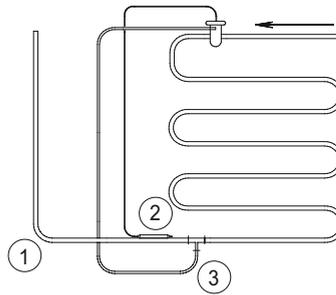

**Abb. 1.6** Extreme Veränderung der Werkseinstellung der stat. Überhitzung
27. Erklären Sie die in Abbildung 1.6 dargestellten Einstellungen der statischen Überhitzung an einem TEV und deren Auswirkungen auf das Regelverhalten.